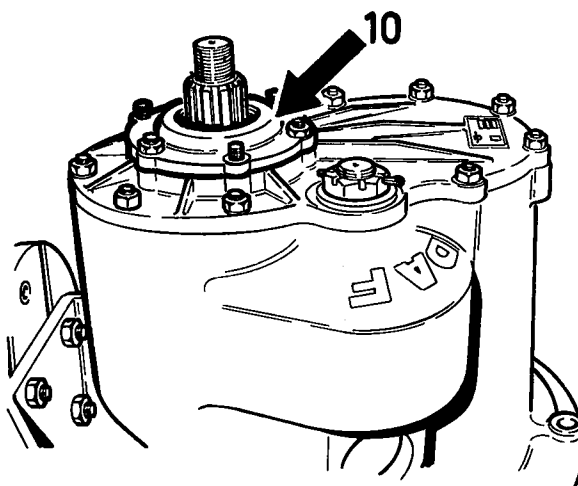

Fig. 13
11. Breng het lagerdeksel (10) aan en breng drie moeren aan (fig. 13).
16. Monteer het lagerdeksel (10). Vergeet de oliekeerling (15) niet (zie fig. 13). Haal de moeren aan met een aanhaalkoppel van 2,7 mkg (20 ft.lbs).
17. Breng de drukring (16), de aandrijfflens (13), de onderlegging (12) en de kroonmoer aan. Haal de kroonmoer aan met een aanhaalkoppel van 48 mkg (350 ft.lbs) en breng de splitpen aan.
18. Breng de uitgaande as (32) aan en controleer of het tussendifferentieel voldoende speling heeft door de as te draaien en of de speling niet te groot is door de as te wrikken.